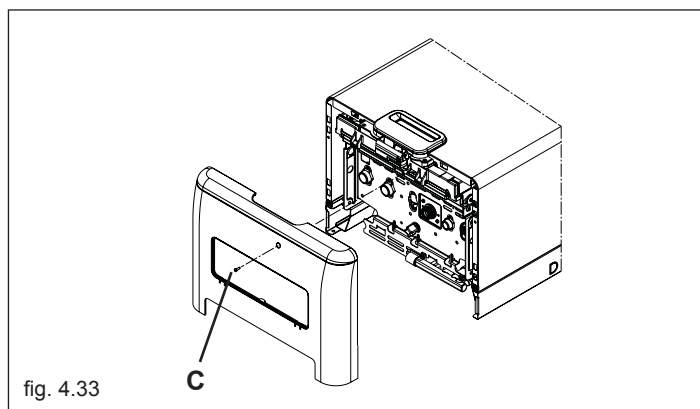

fig. 4.33
- Svitare la vite di fissaggio della copertura raccordi (C) (fig. 4.33)